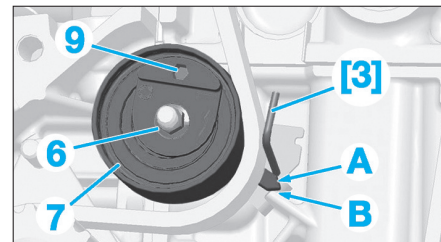

Fig. 12
• Tourner le galet tendeur (7) dans le sens antihoraire avec une clé mâle dans l'empreinte (9) (Fig.12).
• Positionner l'index (A) en position (B).
• Serrer l'écrou (6) du galet tendeur (7).